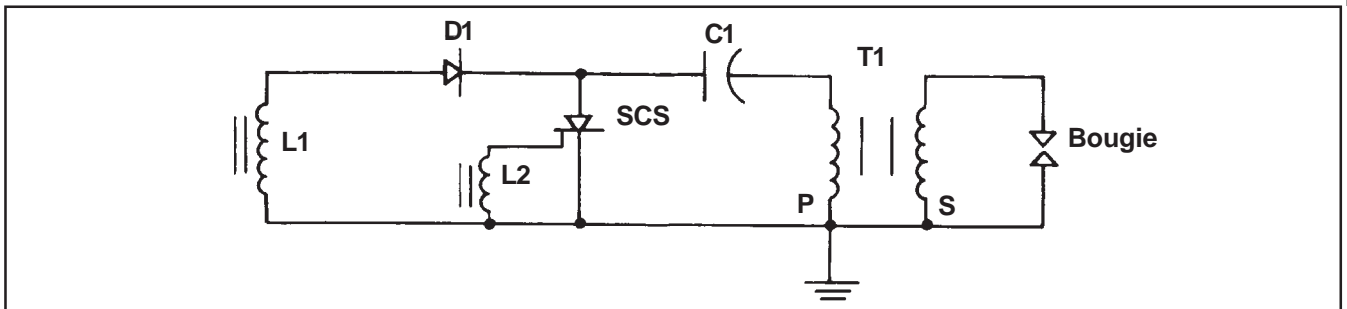
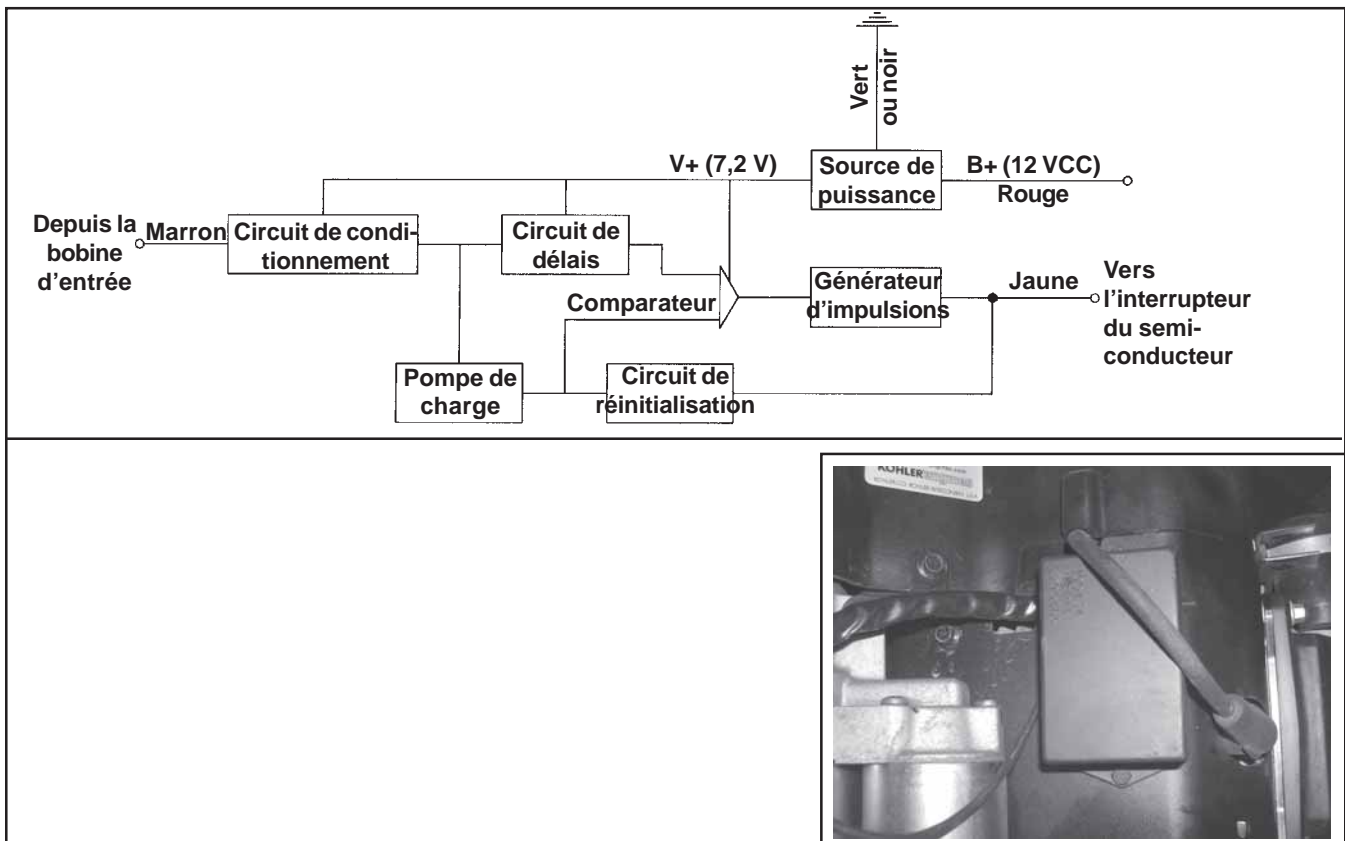

Figure 8-5. Schéma du module d'allumage à décharge capacitive.
Figure 8-7. Diagramme – Module d'avance à l'allumage.
- Un module d'avance à l'allumage monté sur le carter du moteur (Figure 8-7).
**Fonctionnement :** Le module d'allumage de ce système fonctionne de la même manière que celui à calage fixe, sauf que le circuit de déclenchement du semi-conducteur (L2, Figure 8-5) est remplacé par le module d'avance à l'allumage (Figure 8-7).
L'impulsion générée par la bobine d'entrée du module d'allumage (L1, Figure 8-5) est envoyée à l'entrée du circuit de conditionnement. Le circuit de conditionnement modifie l'impulsion pour qu'elle puisse être utilisée par les circuits additionnels. Cette impulsion démarre la pompe de charge qui charge un condensateur d'une manière linéaire directement dépendante de la vitesse du moteur. L'impulsion réinitialise simultanément le circuit de délai pour la longueur de la largeur d'impulsion. Le comparateur n'est pas activé durant cette séquence et aucune puissance n'est générée. Dès que l'impulsion initiale retombe à zéro, le condensateur du circuit de délai commence à se charger.
Quand la charge du condensateur de délai est supérieure à celle du condensateur de la pompe de charge, le comparateur change d'état et active le générateur d'impulsions. Cette impulsion active (« ON ») le semi-conducteur du module d'allumage. L'énergie est alors transférée à l'enroulement secondaire du transformateur (T1, Figure 8-5). L'impulsion de haute tension générée ici est envoyée à la bougie, provoque la formation d'un arc entre les électrodes et allume le mélange carburant-air dans la chambre de combustion. Quand l'impulsion de déclenchement est générée, tous les circuits associés sont réinitialisés et leurs condensateurs sont déchargés. Plus le circuit de délai est long à dépasser la tension du condensateur de la pompe de charge, plus l'impulsion de déclenchement sera tardive, retardant ainsi le calage.